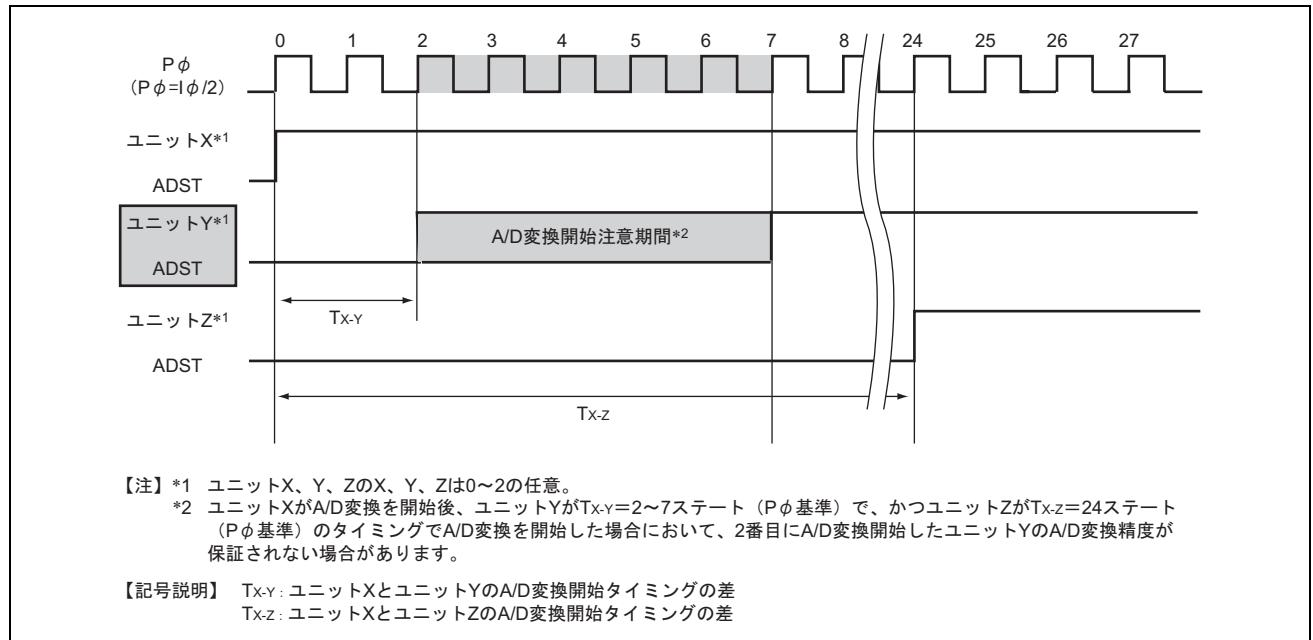

図 19.18 2 番目に A/D 変換を開始したユニット Y の、A/D 変換精度が保証されない動作タイミング 1
- 図19.18に示すように、ユニットXがA/D変換を開始後、ユニットYが $T_{X-Y}=2\sim 7$ ステート（ $P\phi$ 基準）で、かつユニットZが $T_{X-Z}=24$ ステート（ $P\phi$ 基準）のタイミングでA/D変換を開始した場合において、2番目にA/D変換開始したユニットYのA/D変換精度が保証されない場合があります。